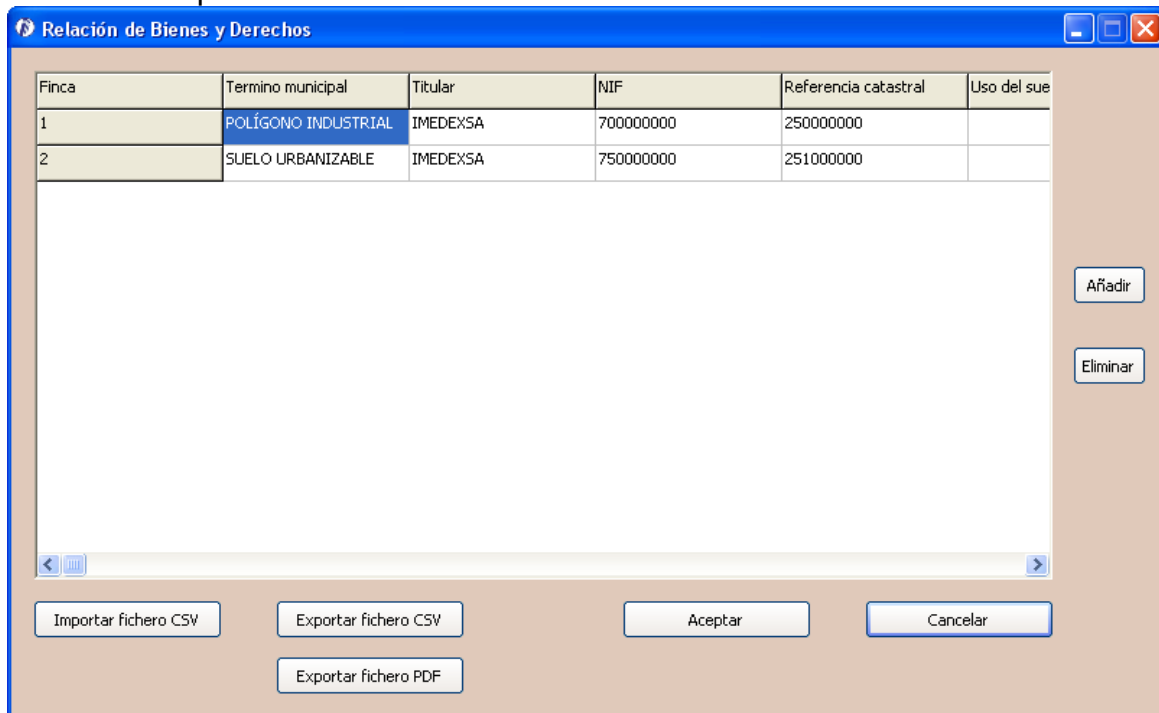
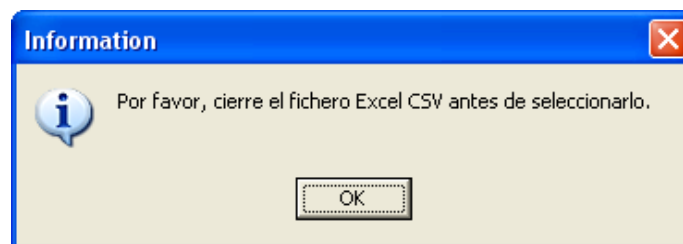

Figura 8.26. Relación de bienes y derechos
Figura 8.27. Información de la importación de un archivo .csv
- **Relación de bienes y derechos.** Podemos incluir una relación de bienes y derechos, bien al principio en *datos de partida* o en la pantalla que nos aparece al pulsar sobre *relación de bienes y derechos* (Figura 8.26). Además de añadir de manera manual un bien o derecho también existe la posibilidad de importar un archivo .csv. Debemos de cerrar antes el archivo para poder importarlo (Figura 8.27), luego buscamos el archivo y una vez abierto se nos muestra una